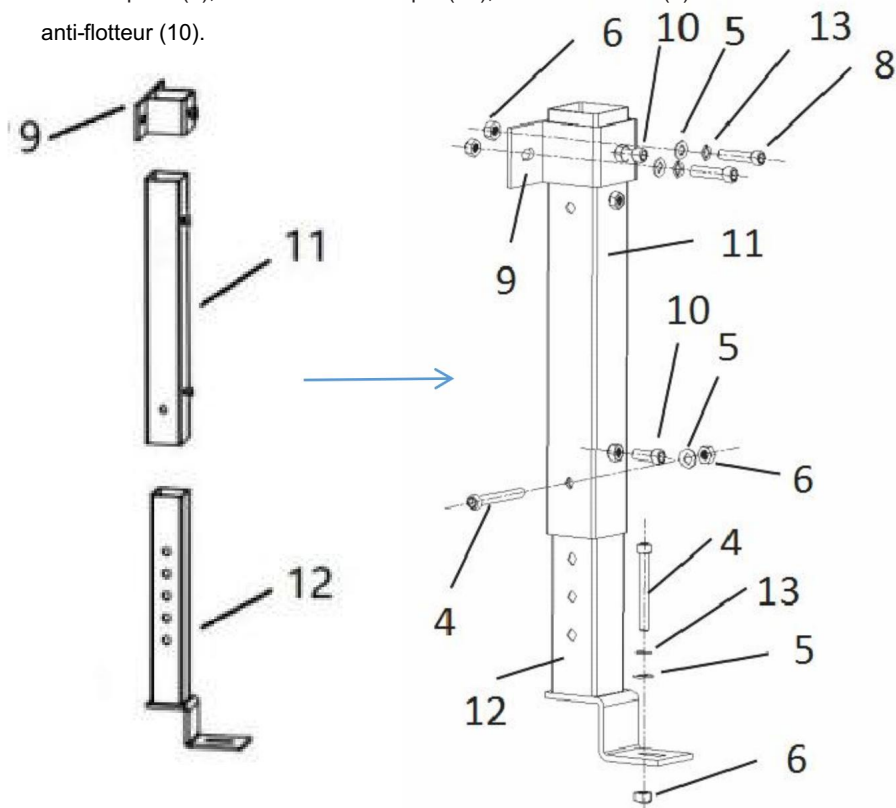

Figure 2
1 Installez le support de montage (9), le support étendu (11) et le support de base (12) sur un côté de la plate-forme du camion. Voir la figure 2.
A. Marquez les 3 trous de perçage sur le support du camion pour le support de montage (9) et support de base (12) et percez les trous
B. Insérez le boulon (4) dans le support étendu (11) et le support de base (12), verrouillez avec rondelle plate (5) et contre-écrou (6).
C. Le support de montage (9) glisse dans le prolongement support (11) dans une position appropriée et fixez-le avec des boulons (8), une rondelle plate (5), une rondelle élastique (13), un contre-écrou (6). serrez enfin la vis anti-flotteur (10).